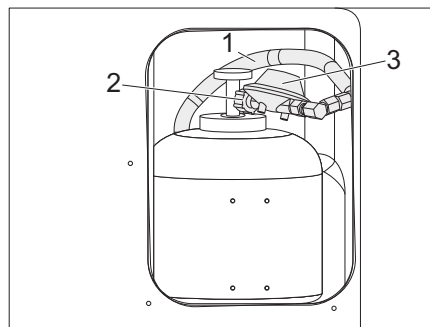

Bild 68 Gasflasche anschließen
- Gasdruckregler (Bild 68,3) mit Gasschlauch (Bild 68,1) an der Gasflasche ansetzen und Rändelmutter (Bild 68,2) von Hand fest zudrehen (Linksgewinde).